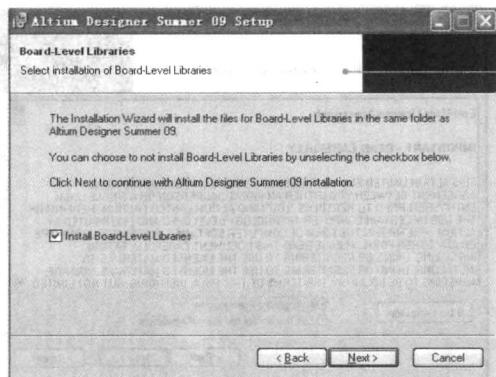

图 1-5 选择安装 Board-Level Libraries
5) 选择安装路径后，单击 **Next >** 按钮，系统弹出如图 1-5 所示的界面，供用户选择是否安装 Board – Level Libraries (板级设计集成库)。